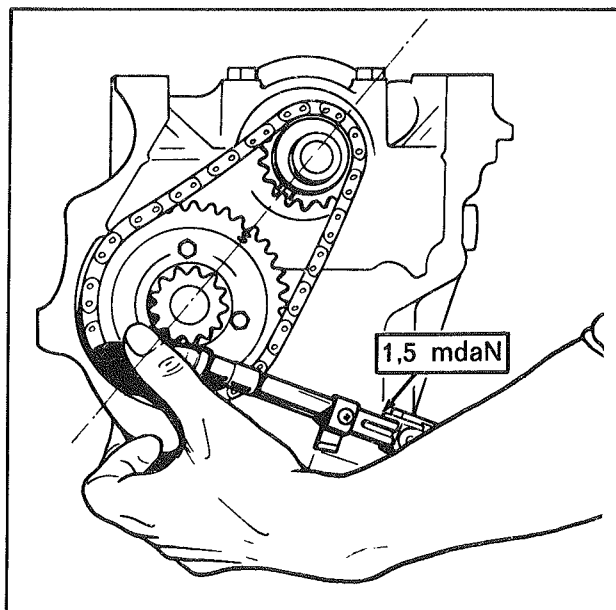

Fig. 15
- Retirer le pignon d'arbre à cames sans faire tourner ce dernier, puis engager la chaîne de distribution dessus, et sur le pignon de vilebrequin ensuite ; serrer le pignon au couple, les repères étant toujours en ligne (fig. 15).